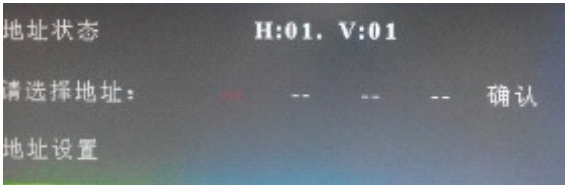

图1.6.1
1.6.1 屏地址设置:将单台处理器接遥控接收头,按遥控的“随机码”键,屏幕出现下图1.6.1: